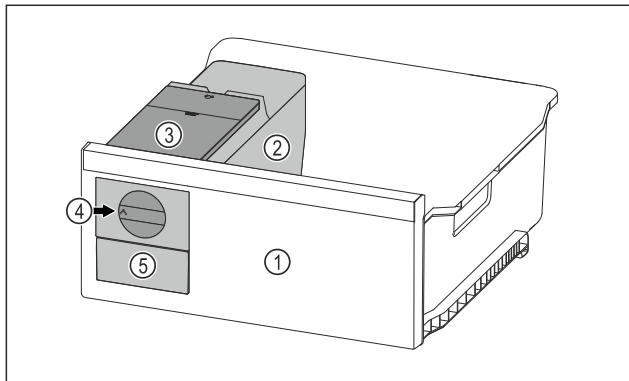

Fig. 79 Representación a modo de ejemplo
- ▶ Girar el botón giratorio Fig. 79 (4) en el sentido de las agujas del reloj hasta el tope.
- ▷ Los cubitos de hielo caen de la cubitera al compartimento de cubitos de hielo Fig. 79 (5).